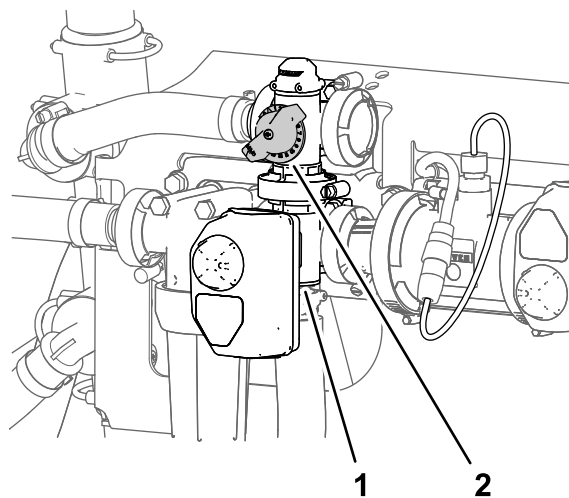

図 28
11. 攪拌バルブの背面についている攪拌バイパスバルブ 図 28 を使って、水圧計の読みシステム水圧が 6.89 bar 7 kg/cm² = 100 psiになるように調整する。